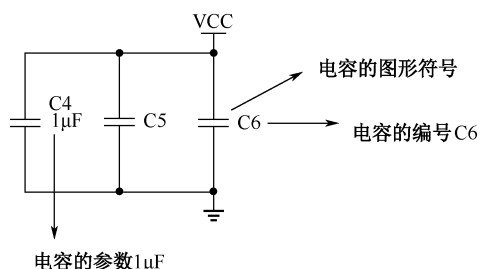

图 1.1.1 元件符号及标注示意图
(1) 元件的图形符号及元件的相关标注(元件的标号、元件的型号、元件的参数)，如图 1.1.1 所示。